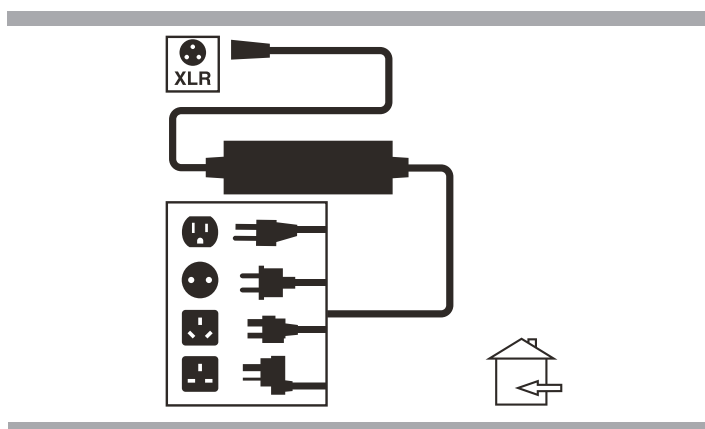

Figure 14. Recharge des batteries
3. Branchez le connecteur à 3-fiches du câble du chargeur externe dans le réceptacle de programmation/chargeur sur le contrôleur. **Voir la figure 14.**